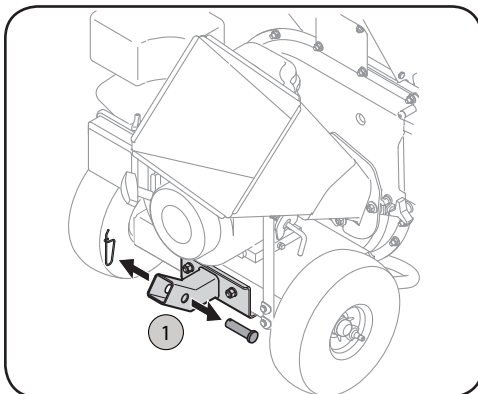

Figure 2-3
1. Retirez la goupille à ressort et l'axe de chape du support de la barre de remorquage. Voir Figure 2-3.